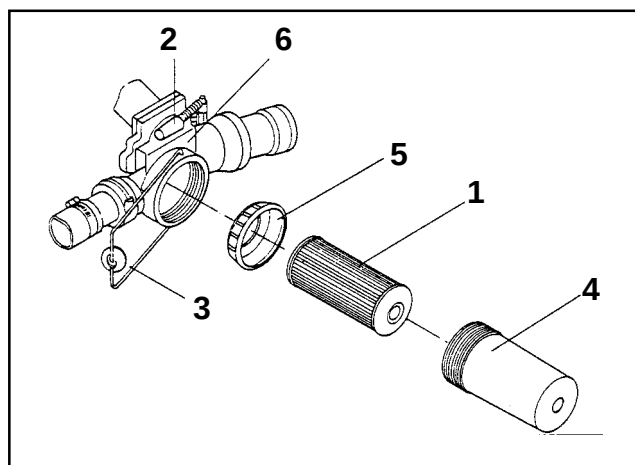

Fig. 9.1
Rengøring af filterindsatsen (fig. 9.1/1) når dagens sprøjtearbejde er afsluttet.
- Betjeningshåndtaget (fig. 9.1/ 2) sættes i position "påfyldning".
- Fjederbøjlen (fig. 9.1/ 3) svinges til side.
- Filterbægeret (fig. 9.1/ 4) trækkes af ved at dreje til højre og venstre.
- Filterindsatsen (fig. 9.1/ 1) og centreringskransen (fig. 9.1/ 5) er nu tilgængelige.
Den åbne side på filterindsatsen skal pege mod huset til filterhanen (fig. 9.1/ 6).
- Betjeningshåndtaget (fig. 9.1/ 2) sættes i position "sprøjtning" og det kontrolleres, at filterhanen er tæt